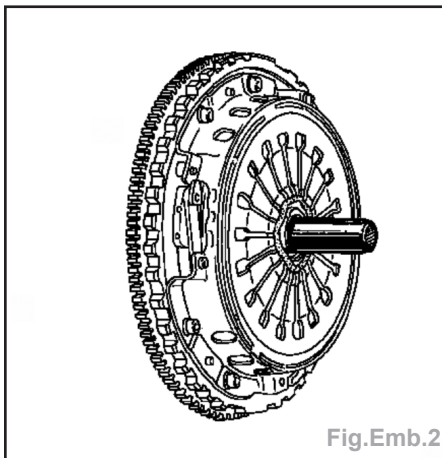

Fig.Emb.2
- Centrer le disque d'embrayage à l'aide de l'outil (Collection de centreurs de frictions d'embrayage Emb. 1518) (Fig.Emb.2).